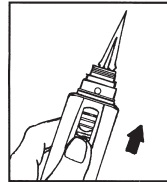

Fig. 3
3. Skjut tändaren framåt för att tända gasen. Vänta i 2 sekunder innan du släpper tändaren. *Se fig. 3.*